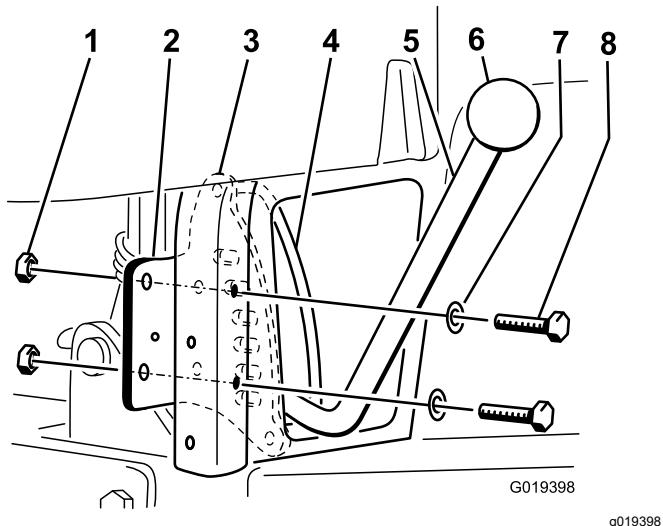

Figura 3
Nota: La maniglia dovrebbe passare tra la piastra di arresto e la guida della maniglia (Figura 3).
7. Montate la piastra di arresto sulla parte posteriore del tubo del telaio verticale posteriore destro con 2 bulloni (5/16" x 2 1/4"), le 2 rondelle rimosse nel passaggio 4, e 2 dadi di bloccaggio (5/16"). Posizionate i componenti come illustrato in Figura 3.
8. Avvitate la manopola sulla maniglia di sollevamento (Figura 3).